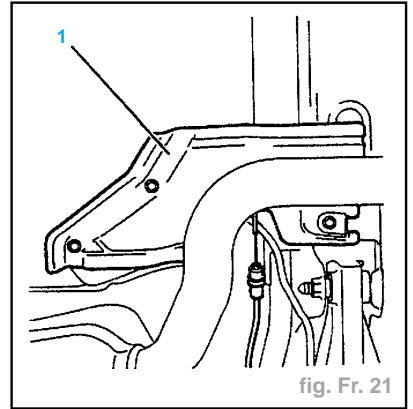

fig. Fr. 21
- Déposer la tôle pare-chaleur (1) (fig. Fr. 21).
- Reposer la tôle pare-chalear (1) (fig. Fr. 21).